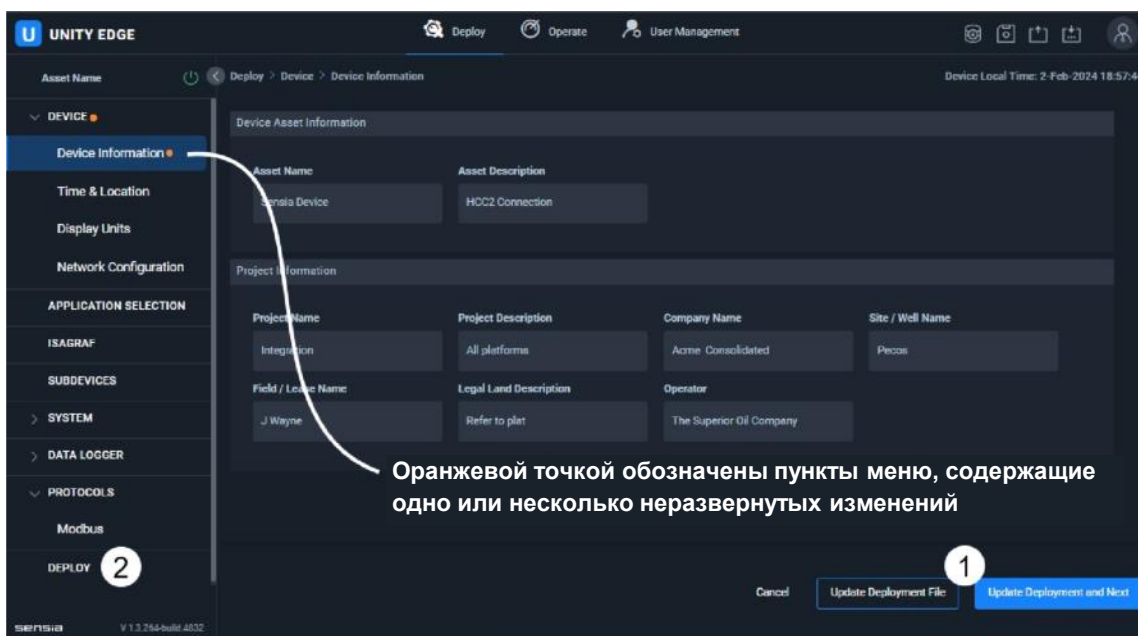

Рисунок 3-5— Двухэтапный процесс развертывания
1. На первом этапе изменения конфигурации сохраняются в файл развертывания кнопками Update Deployment [Развертывание обновлений] в правом нижнем углу экрана (позиция 1, Рисунок 3-5).
2. На втором этапе мастер Deploy [Развертывание] в дереве навигации слева (позиция 2, Рисунок 3-5) используется для применения изменений на HCC2. До завершения этого этапа конфигурация HCC2 остается без изменений.